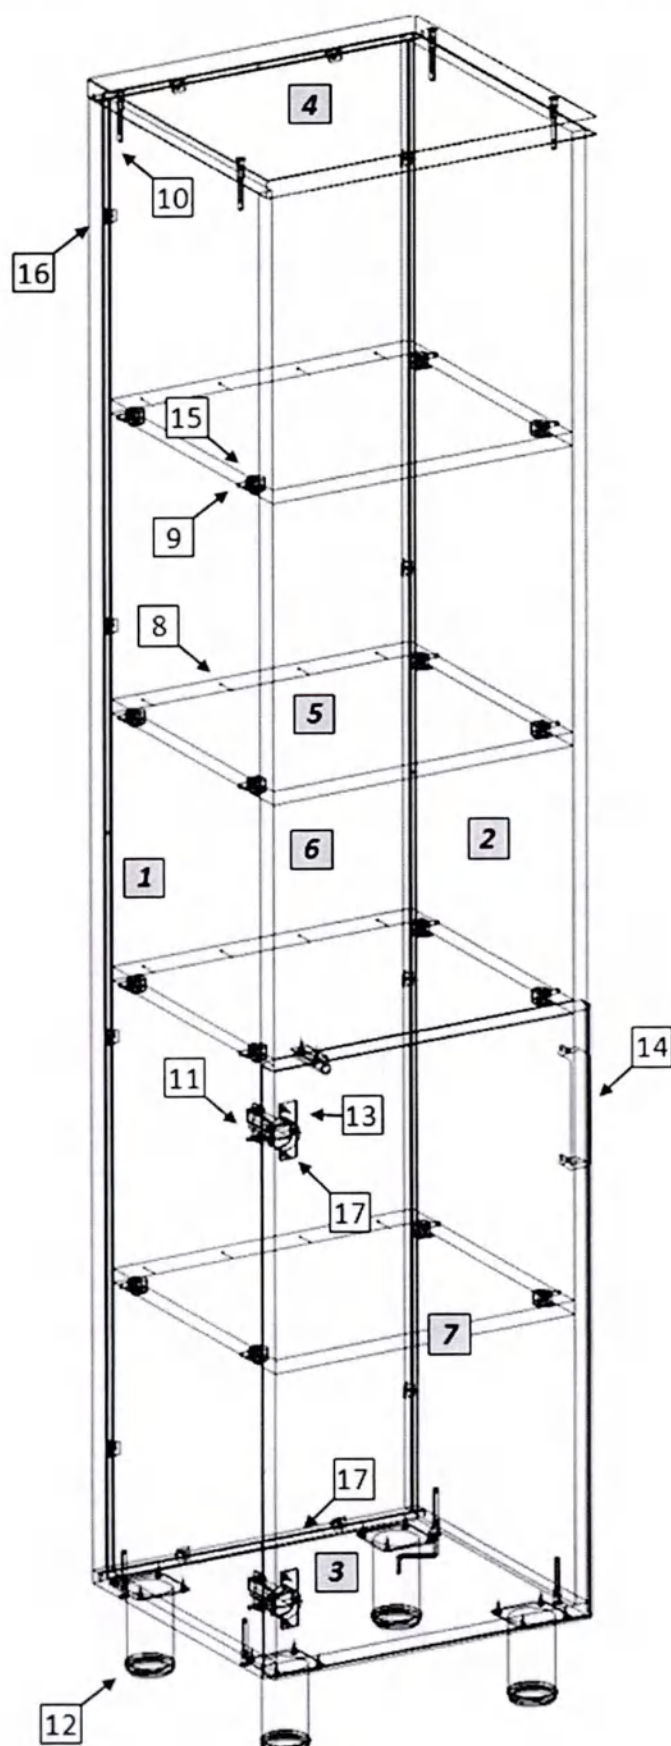

Рис. 1
1. Внимательно ознакомьтесь со схемой сборки, изображённой на рис. 1, сверяясь со спецификацией на изделие. Согласно схеме и спецификации определите расположение деталей в изделии и порядок их сборки. Сборка производится на ровном полу, укрытом материалом, предотвращающим повреждение покрытия пола и деталей мебели. В качестве такого материала возможно использовать упаковочный гофрокартон. Подготовьте необходимые для сборки инструменты – плоскую и крестовую отвёртки, молоток, рулетку или линейку, шуруповёрт.
2. На боковых стенках (2,3) и средней стенке (8) шурупами 4×16 (35) закрепите [- образные части роликовых направляющих (28), на боковых стенках (2,3) - ответные планки петель (30).
3. Евровинтами (26), как показано на рис.1, соедините вертикальные стенки (2,3,8) с горизонтальными стенками (4,5,6,7). Задние стенки (1) закрепите к собранному каркасу шкафа гвоздями (25), предварительно установив встык соединительный профиль (24). Для крепления задних стенок (1) к средней стенке (8) используйте специальные скрепки (33) и шурупы 4x16 (35). При помощи шурупов 4x16 (35) установите на горизонтальной нижней стенке (4) регулируемые опоры (29). На видимые головки евравинтов (26) установите заглушки (27).
4. На дверях (11,12) шурупами 4×16 (35) закрепите петли (30). Установите ручки (32). Двери (11,12) закрепите к боковым стенкам шкафа (2,3) шурупами 4×16 (35). При необходимости отрегулируйте положение дверей винтами петель. Установите полки (13) на полкодержатели (31).
5. Сборка антресоли. На боковых стенках (19) шурупами 4×16 (35) закрепите ответные планки петель (30). Евровинтами (26), как показано на рис.1, соедините боковые стенки (19) с горизонтальными стенками (20). Заднюю стенку (23) закрепите гвоздями (25). На видимые головки евровинтов (26) установите заглушки (27).
6. На двери (21,22) шурупами 4×16 (35) закрепите петли (30). Установите ручку (32). Дверь (21,22) закрепите к боковой стенке (19) шурупами 4×16 (35). Установите антресоль на шкаф. При необходимости отрегулируйте положение двери винтами петель.
7. Сборка ящиков. Евровинтами (26) соедините боковые стенки ящика (14) с передней (16) и задней стенками (23). Дно ящика (18) закрепите к передней (16) и задней (15) стенке гвоздями (25). Установите роликами назад J-образные части направляющих (28) и закрепите их шурупами 4×16 (35). Шурупами 3.5×30 (34) закрепите фасад (17) к передней стенке ящика (16). Установите ручку (32). Установите собранные ящики в корпус шкафа.